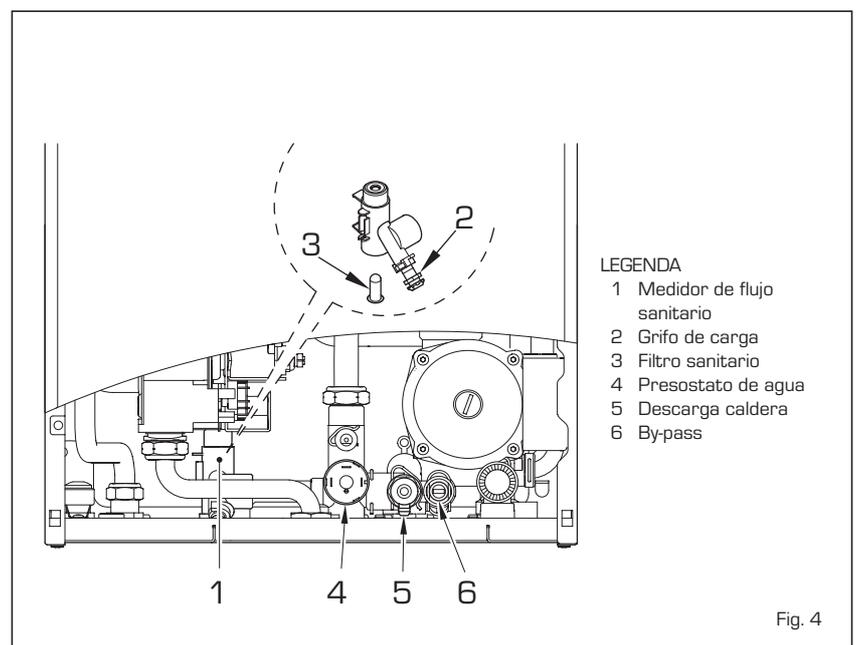

Fig. 4
2.6 RELLENADO DE LA INSTALACION (fig. 4)
2.6.1 Vaciado de la instalación (fig. 4)